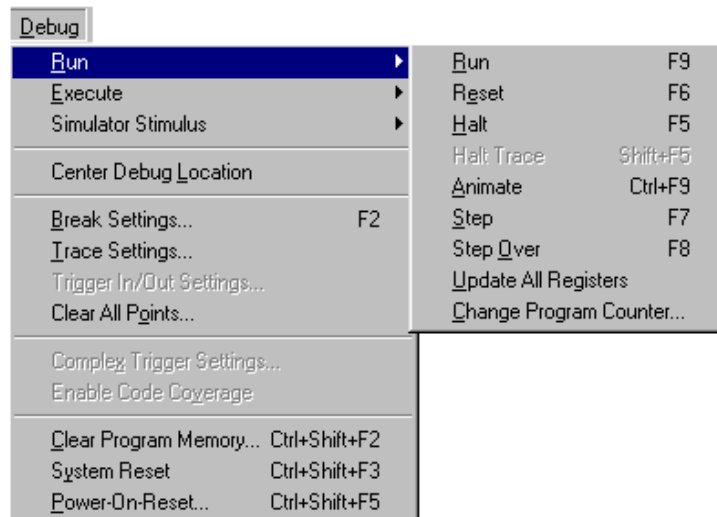

Figura 43.- Menú desplegable de la opción Debug>Run de la barra de menú
2.1.- Run: Cuando se selecciona *Run* aparece el menú desplegable de la Figura 43 con las opciones: